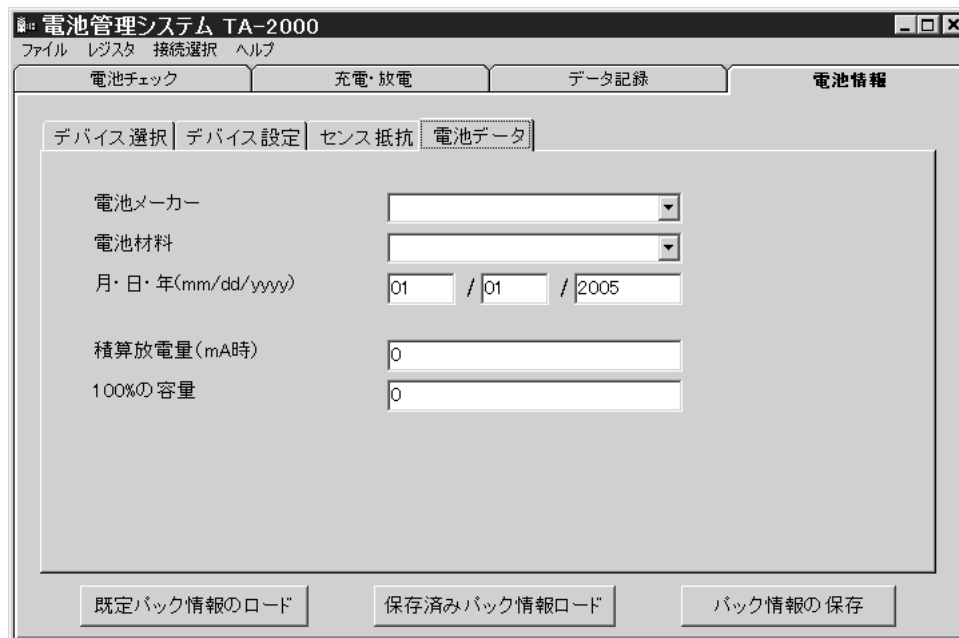

図 15 . 電池データの画面
4. 「電池データ」のサブタブをクリックしたときの画面を図 15 に示します。全ての入力窓にはデフォルトの月・日・年のみが表示されています。